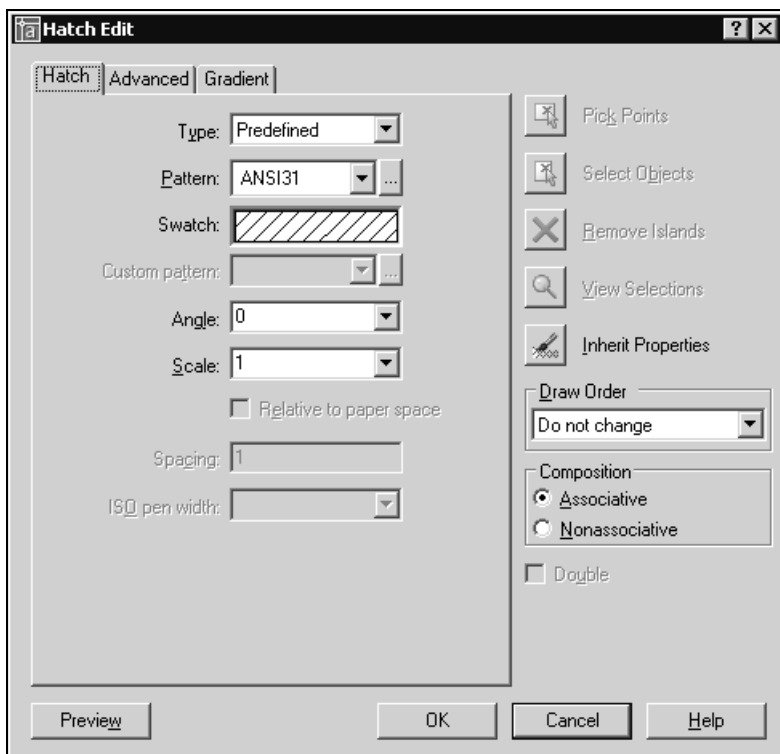

Рис. 8.17. Диалоговое окно настройки редактирования штриховки
2. Выберите редактируемую штриховку. Появится диалоговое окно (рис. 8.17) **Hatch Edit** (Редактирование штриховки). По внешнему виду окно похоже на диалоговое окно создания штриховки, но с деактивированными кнопками выбора области — они не реагируют на указатель мыши.